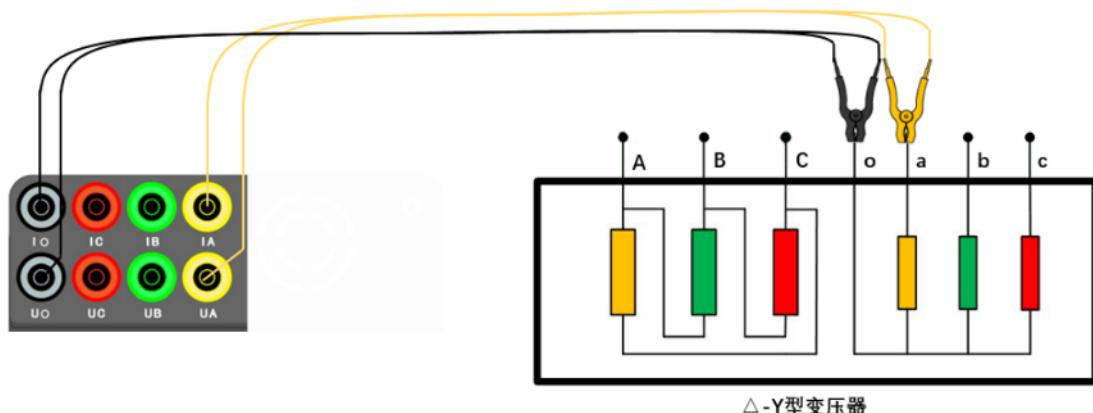

图 3 常规 Y型单相测量法接线图
- 4) **AO:** 接线方法参考图 3。采用四线制测量 AO 绕组的直流电阻;
- 5) **BO:** 接线方法参考图 3。采用四线制测量 BO 绕组的直流电阻;
- 6) **CO:** 接线方法参考图 3。采用四线制测量 CO 绕组的直流电阻;
- 1) 按照图 3 所示进行接线: